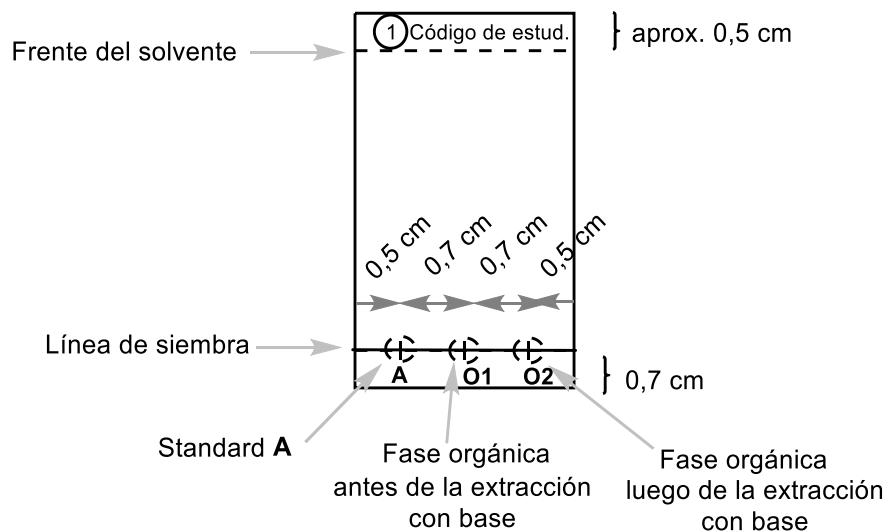

Figura 2. Instrucciones para la preparación de la placa de TLC
- Prepara la placa de TLC. Verifícala antes de usar. Las placas dañadas sin usar se reemplazarán si lo solicitas, sin penalización. Usa un lápiz para dibujar la línea de siembra y marca las posiciones para sembrar las muestras. Escribe el número **1** en un círculo y tu código de estudiante en la parte superior de la placa como se muestra en la Figura 2. Disuelve la muestra de 2-acetonaftona que está en el vial (**Standard A**) en aprox. 2 cm³ de etanol (aproximadamente 1 pipeta Pasteur de vidrio llena). Marca las tres posiciones para sembrar y llámalas **A**, **O1** y **O2**. Siembra 1 μl (1 marca del capilar de 5 μl para sembrar) de la muestra **Standard A** y de las fases orgánicas combinadas del paso II.3 (**O1**). Sembrarás **O2** más tarde.